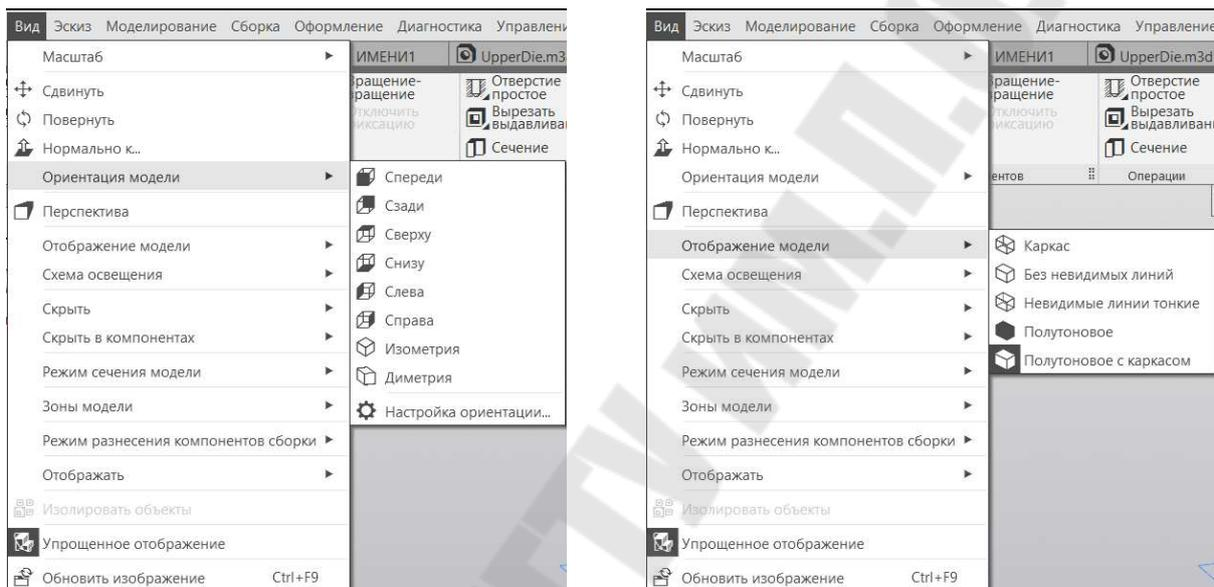

Рисунок 5.2 – Команды панели инструментов Вид модуля 3D-моделирования КОМПАС-3D
- расширенный состав элементов панели **Быстрого доступа** и выпадающего меню **Вид** (рисунок 5.2), включающий: поле **Текущая ориентация**, которое позволяет изменить ориентацию модели; команды управления отображением модели; команды поворота и перестроения модели; режим сечения модели.